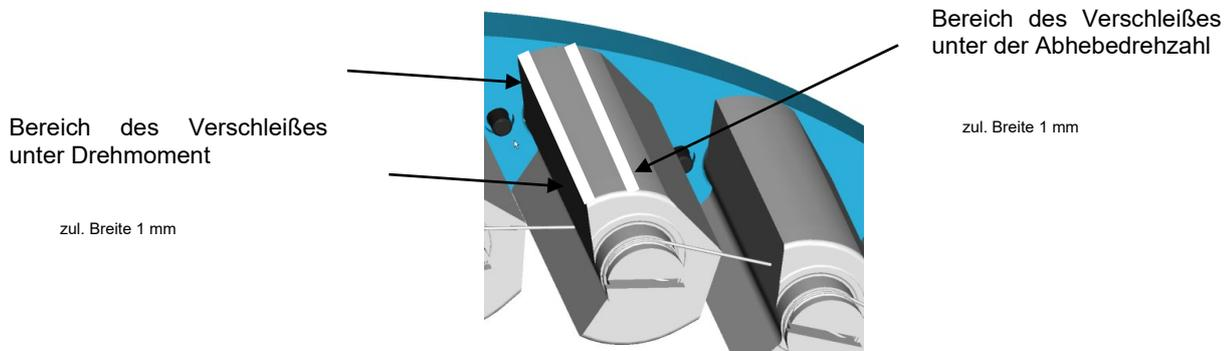

Abbildung 7: Verschleißzonen
- Außenring (1) und Innenring (2) mit Käfig (8) mit einem Industriereiniger auf Petroleumbasis vorreinigen und mit einem Reiniger auf Acetonbasis entfetten.
- Breite der Verschleißfacette auf den Klemmkörpern max. 1 mm (siehe Abbildung 7)